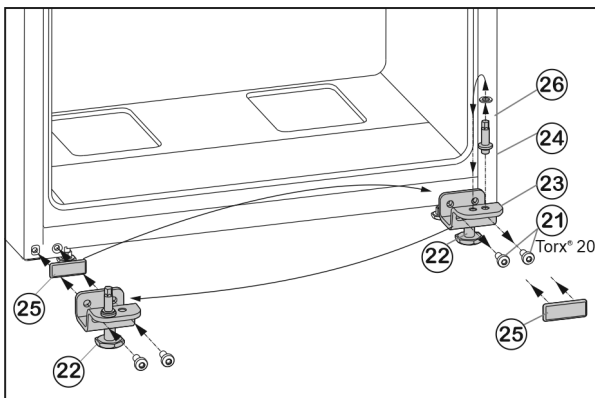

Fig. 7
- ▶ Befestigungsschrauben Fig. 7 (21) abschrauben.
- ▶ Lagerbock unten Fig. 7 (23) komplett mit Lagerbolzen Fig. 7 (24), Scheibe Fig. 7 (26) und Stellfuß Fig. 7 (22), abnehmen.
- ▶ Lagerbolzen Fig. 7 (24) komplett mit Scheibe Fig. 7 (26) abschrauben, in das gegenüberliegende Aufnahmeloch des Lagerbocks umsetzen und wieder festschrauben.
- ▶ Abdeckplatte Fig. 7 (25) vorsichtig abnehmen und auf die Gegenseite umsetzen.
- ▶ Lagerbock unten Fig. 7 (23) komplett, mit Lagerbolzen Fig. 7 (24), Scheibe Fig. 7 (26) und Stellfuß Fig. 7 (22) auf der neuen Scharnierseite ggf. mit Hilfe eines Akkuschraubers **fest (mit 4 Nm)** wieder anschrauben.
- ▶ Tür von oben auf Lagerbolzen Fig. 7 (24) aufsetzen.
- ▶ Stellfuß Fig. 7 (22) am Lagerbock unten Fig. 7 (23) herausdrehen, bis er auf dem Boden aufliegt.